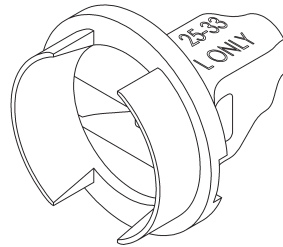

Figura 4: Rotador mitral
**Rotador mitral** - El rotador mitral (Figura 4) se utiliza para reorientar una válvula in situ solo en la posición mitral. El rotador mitral se distingue del rotador de válvula debido a que tiene un cuerpo más corto y carece de probador de valvas.